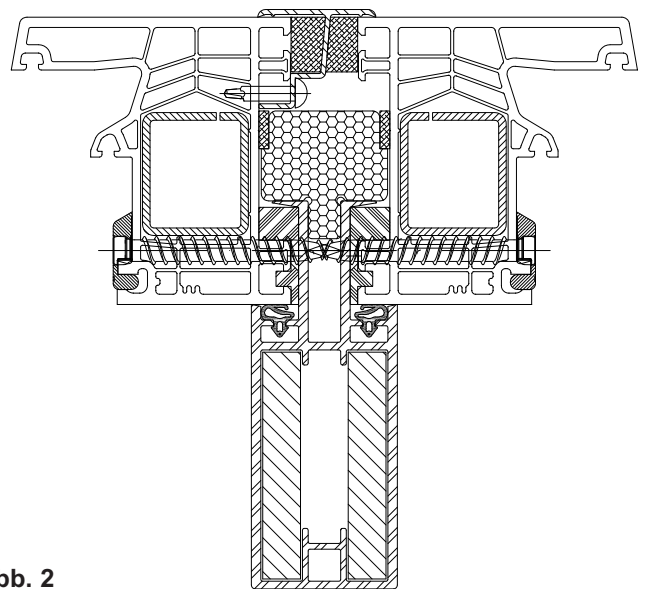

Abb. 2
8. Verschrauben Sie durch den Rahmen in die Kopplung mit Montageschrauben $\varnothing 7,5$ mm (Abb. 2).